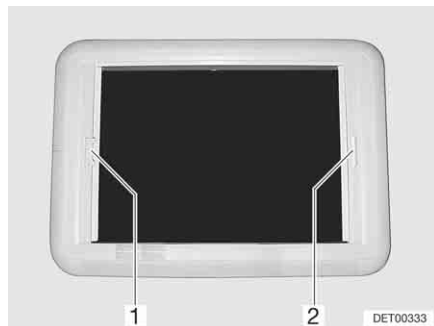

Bild 75 Heki-taklucka, rullgardinslås
- Mörkläggningsrullgardinen dras med handtaget (Bild 75,2) till insektsnätets (Bild 75,1) handtag på den motsatta sidan, där det hakas i.
- Tag med den andra handen tag i insektsnätets handtag och tryck låslisten (Bild 75,1) mot handtaget. Spärren lossas.
- Drag, med handtaget (Bild 75,1), insektsnätet till mörkläggningsrullgardinens handtag (Bild 75,2) på den motsatta sidan, där det hakas i.
- Håll fast insektsnätets (Bild 75,1) handtag och tryck låslisten mot handtaget. Spärren lossas.